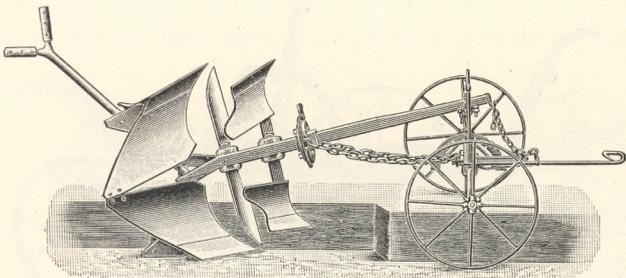

Fig. 763. Zwillings- oder Wendepflug mit zwei Vorschneidern, zwei Sechen, Selbstführung und Vorgestell mit drehbarer Achse (R. Sack).
**Wechselseitig wendende Pflüge** sind so eingerichtet, daß der Pflugkörper sowohl nach der rechten als auch nach der linken Seite zur Arbeit eingestellt werden kann. Sie werden in drei charakteristischen Konstruktionen ausgeführt, entweder mit zwei besonderen Pflugkörpern, die unabhängig übereinander gestellt werden (Fig. 763, *Zwillingspflüge*), oder mit einem nach unten und